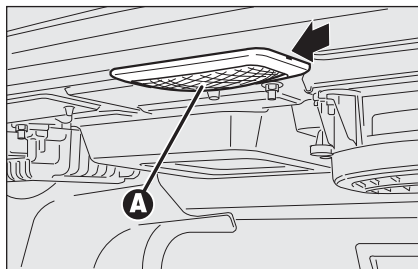

fig. 50
- ☐ estrarre la plafoniera **A-fig. 50** facendo leva nel punto indicato dalla freccia;